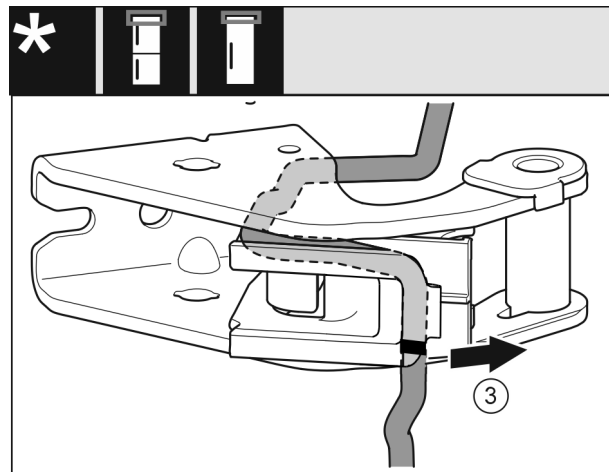

Fig. 18
- ▶ Szerelje le a vezetékét a csapágybakról a tartójával együtt. Fig. 18 (3)